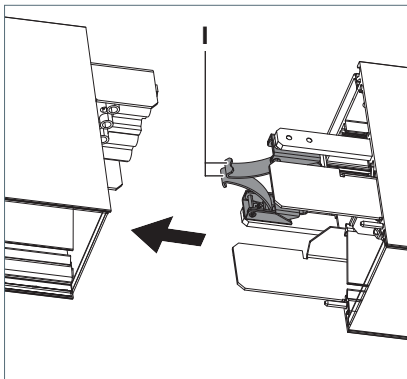

Fig. 23: Leuchten zusammenstecken.
- Drücken Sie die Bügel **I** aneinander, siehe Fig. 23.